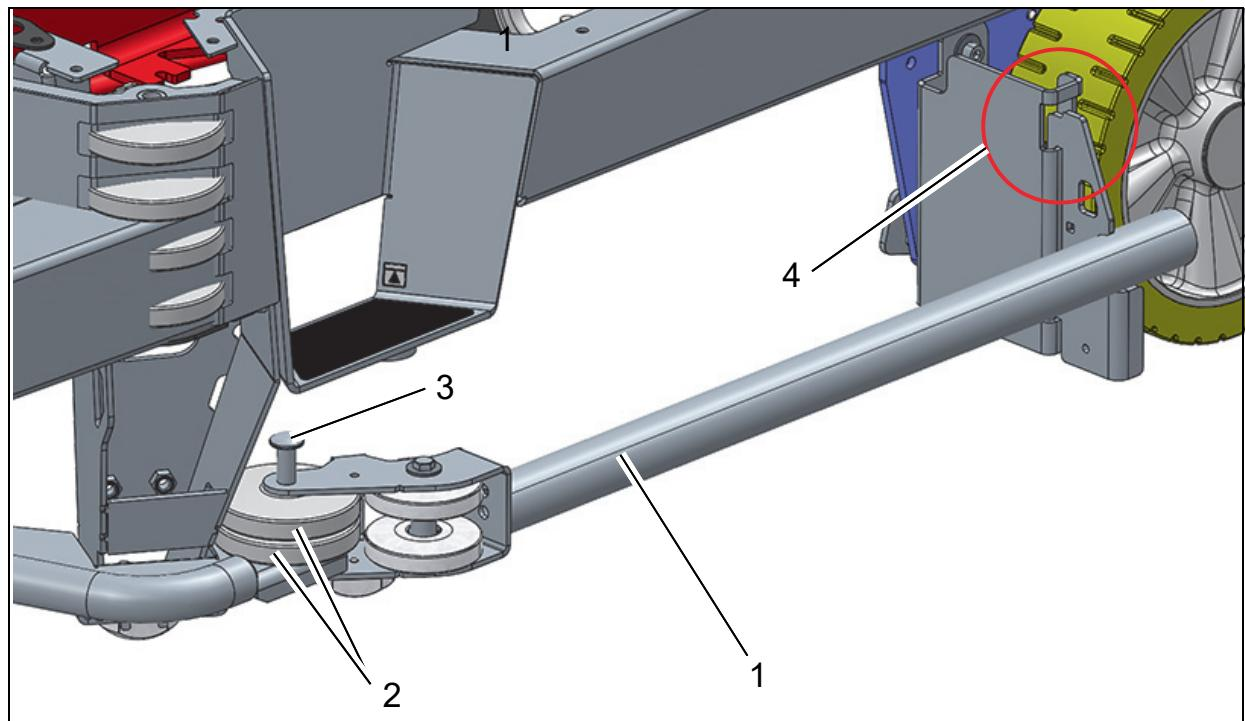

Abb. 3
1. Seitlichen linken Anfahrsschutz (Abb. 3/1) über die Rollen (Abb. 3/2) schieben und mit dem Steckbolzen (Abb. 3/3) sichern .
2. Anfahrsschutz im hinteren Bereich in den Halter einhängen (Abb. 3/4).